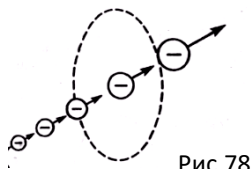

Рис.78
15. На рис. 78 даны направление движения потока электронов и линия индукции магнитного поля вокруг потока электронов. Определить направление линий индукции магнитного поля.